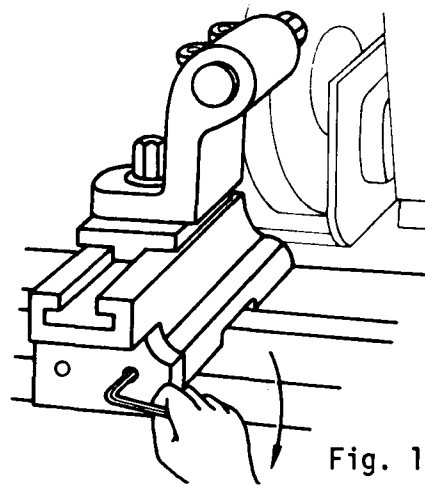

Fig. 1
- c Fixe firmemente o suporte na mesa por meio dos parafusos (fig. 1).